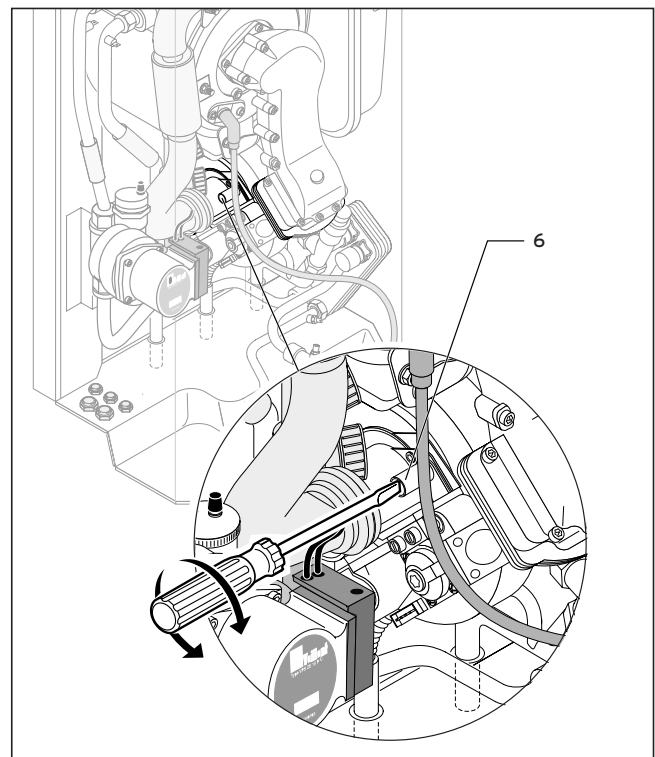

Abb. 5.5 Luftzahleinstellung (Gaseinstellung) durchführen
- Stellen Sie, falls erforderlich, den entsprechenden Abgaswert (Tabelle 5.3) durch Drehen der Schraube (6) ein (s. Abb. 5.5).